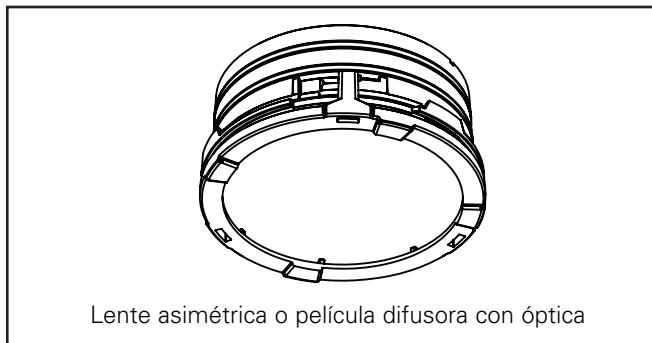

Figura 20
8. Para ajustar la orientación de la lente asimétrica, sujete la lengüeta de la etiqueta y gírela hasta la posición deseada (Figura 20).